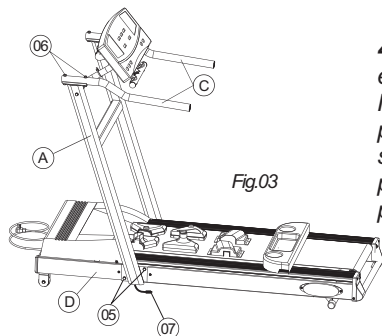

Fig.03
4- Levante o corrimão (A)-Fig.03 até o final de seu curso e fixe-o no chassi (D) com os parafusos sextavados (05) M8x20 mm e arruelas M8, encaixe o plug "macho"(07) no plug "fêmea" que fica pelo lado de dentro do chassi. Em seguida posicione os pega-mãos (C) e fixe-os com os parafusos sextavados (06) M8x50 mm, arruelas M8 e porcas M8.